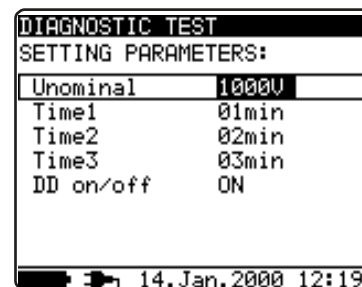

Рис. 12 Меню настройки в диагностическом тесте
- Нажмите клавишу **SELECT**, на дисплее появится меню настройки, см. рис. 12